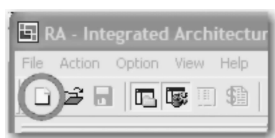

图 26-4 新建按钮界面
3. 如果 IAB 已在运行, 则应保存任何当前已打开的项目, 然后单击“新建”(New)按钮, 如图 26-4 所示。